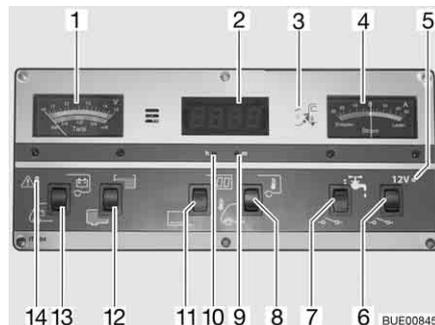

Fig. 130 Panneau de contrôle IT 994
Observer sur l'indicateur de charge/de niveau de réservoir (Fig. 130,1), la graduation supérieure. L'indicateur s'éclaire automatiquement dès qu'un commutateur est actionné.
- Commutateur à bascule (Fig. 130,13) vers le bas : La tension de la batterie de démarrage est affichée.
- Commutateur à bascule (Fig. 130,13) vers le haut : La tension de la batterie de cellule est affichée.
Observer sur l'indicateur de charge/de niveau de réservoir (Fig. 130,1) la graduation inférieure. L'indicateur s'éclaire automatiquement dès qu'un commutateur est actionné.
- Commutateur à bascule (Fig. 130,12) vers le haut : Le niveau du réservoir d'eau est affiché.
- Commutateur à bascule (Fig. 130,12) vers le bas : Le niveau du réservoir d'eaux usées est affiché.
Le voyant d'alerte rouge ALARME (Fig. 130,14) clignote dès que la charge de la batterie de cellule descend en dessous de 11 V (mesurée en marche) et qu'il y a risque de décharge profonde des batteries.
- Commutateur à bascule (Fig. 130,11) vers le haut : L'affichage de l'horloge numérique est activé. L'affichage de température est en ordre de marche.
- Commutateur à bascule (Fig. 130,11) vers le bas : L'affichage de l'horloge numérique et l'affichage de température sont désactivés.
- Appuyer avec un objet fin, p. ex. l'extrémité d'un stylo à bille, sur l'orifice pour l'affichage des heures (Fig. 130,10) jusqu'à ce que l'indication des heures souhaitée s'affiche.
- Appuyer avec un objet fin, p. ex. l'extrémité d'un stylo à bille, sur l'orifice pour l'affichage des minutes (Fig. 130,9) jusqu'à ce que l'indication des minutes souhaitée s'affiche.
- Commutateur à bascule (Fig. 130,8) vers le haut : La température intérieure s'affiche.
- Commutateur à bascule (Fig. 130,8) vers le bas : La température extérieure s'affiche.
Cet indicateur (Fig. 130,4) permet de visualiser en permanence le flux de courant actuel de la batterie. L'indicateur s'éclaire automatiquement dès qu'un commutateur est actionné.
L'interrupteur principal 12 V (Fig. 130,6) établit ou coupe le panneau de contrôle et l'alimentation 12 V de la cellule.
*Mise en marche :* ■ Commutateur à bascule (Fig. 130,6) vers le haut : L'alimentation 12 V de la cellule est assurée. Le voyant de contrôle (Fig. 130,5) s'allume en vert.
*Mise hors service :* ■ Commutateur à bascule (Fig. 130,6) vers le bas : L'alimentation 12 V de la cellule est coupée. Le voyant de contrôle (Fig. 130,5) s'éteint.
Le voyant de contrôle 12 V (Fig. 130,5) s'allume dès que l'interrupteur principal 12 V (Fig. 130,6) est enclenché.
Le voyant de contrôle jaune 230 V (Fig. 130,3) s'allume si l'arrivée du bloc électrique est sous tension de réseau.
*Mise en marche :* ■ Commutateur à bascule (Fig. 130,7) vers le haut : L'alimentation en eau est activée.
*Mise hors service :* ■ Commutateur à bascule (Fig. 130,7) vers le bas : L'alimentation en eau est désactivée.